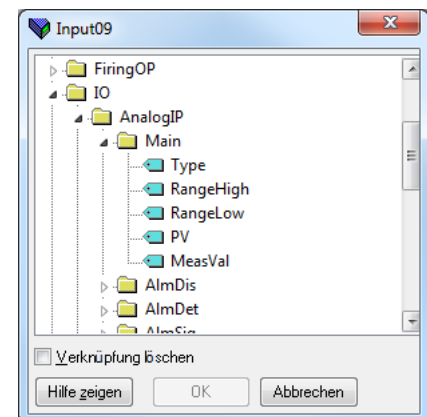

Abbildung 8.132: Browser Fenster
1. Doppelklicken Sie auf die nächste freie Position in den Eingangs- oder Ausgangsdaten und wählen Sie dann die gewünschte Variable. Ein Pop-up Fenster (Abbildung 8.132) liefert Ihnen einen Browser, in dem Sie die Parameterlisten öffnen können.